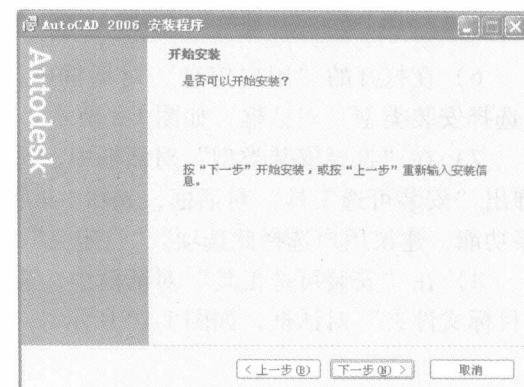

图 1-12 “开始安装”对话框
10) 在“选择文本编辑器”栏中，接受默认文字编辑器；在产品快捷方式栏中选择“在桌面上显示 AutoCAD 2006 快捷方式 (D)”选项，单击“下一步”按钮，弹出“开始安装”对话框，如图 1-12 所示。